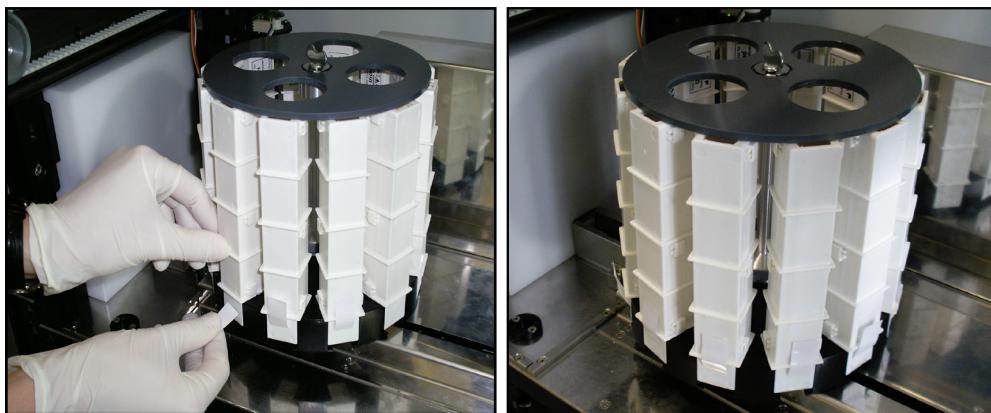

Figura 42: Carga de la gradilla de cubetas rotativa
2. Con el cartucho colocado en la gradilla portacubetas rotativa, retire la cinta de la parte inferior del cartucho simplemente tirando de él (consulte Figura 42).